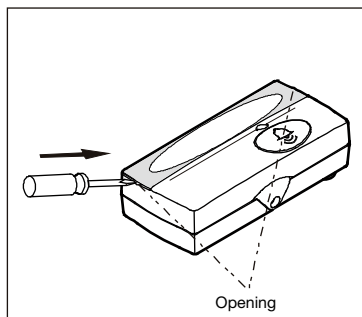

Fig. 7
6. Na montage van de deurbelknop kunt u het transparante stukje plastic van de bovenkant verwijderen en naar wens naam en nummer e.d. op het label schrijven. Breng het label en het transparante plastic weer aan. Fig. 7 en 8.